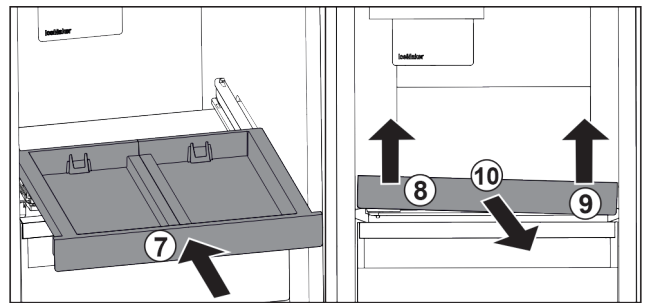

Fig. 20
- ▶ Rentrer le compartiment coulissant. Fig. 20 (7)
- ▶ Soulever le compartiment coulissant au niveau de la partie avant gauche. Fig. 20 (8)
- ▶ Soulever le compartiment coulissant au niveau de la partie avant droite. Fig. 20 (9)
- ▶ Retirer le compartiment coulissant par l'avant. Fig. 20 (10)